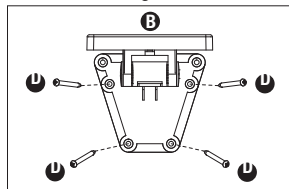

Fig. 3
4. Usando los tornillos de montaje del solar panel provistos, monte el panel solar en una superficie sólida (Fig. 3). Ajuste el ángulo del panel solar, de modo que reciba la máxima cantidad de luz solar directa durante las horas de luz diurna.